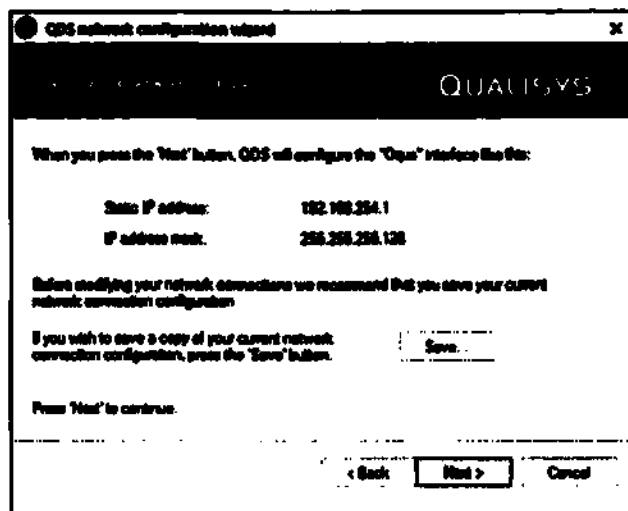

Рис. 50 Окно сохранения настроек текущей конфигурации.
- Помощник покажет, как будет выглядеть выбранный интерфейс. Вы можете сохранить текущие настройки сети при помощи кнопки Save (Сохранить), создав их резервную копию. Кликните Next (Далее), чтобы продолжить (Рис. 50).